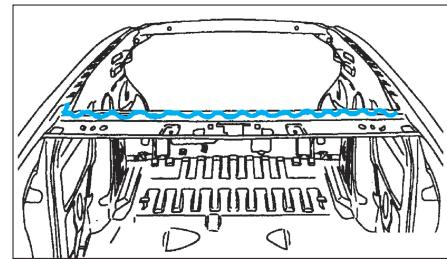
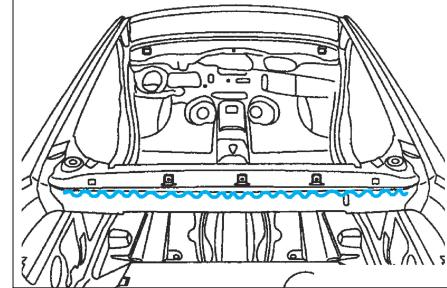

FIG. 104
FIG. 105
- Appliquer une colle de calage structurale (traverse arrière et avant de pavillon (Fig.104) et (Fig.105).